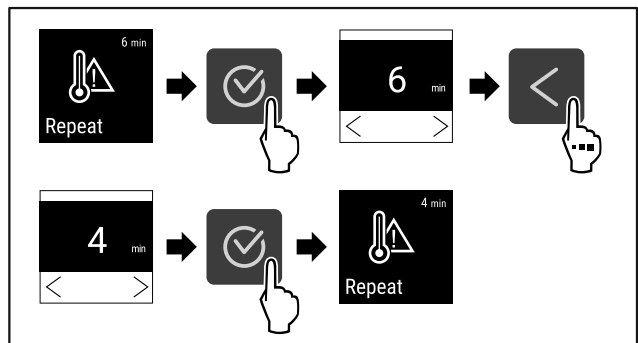

Fig. 134
- ▶ Følg anvisningene (se Fig. 134).